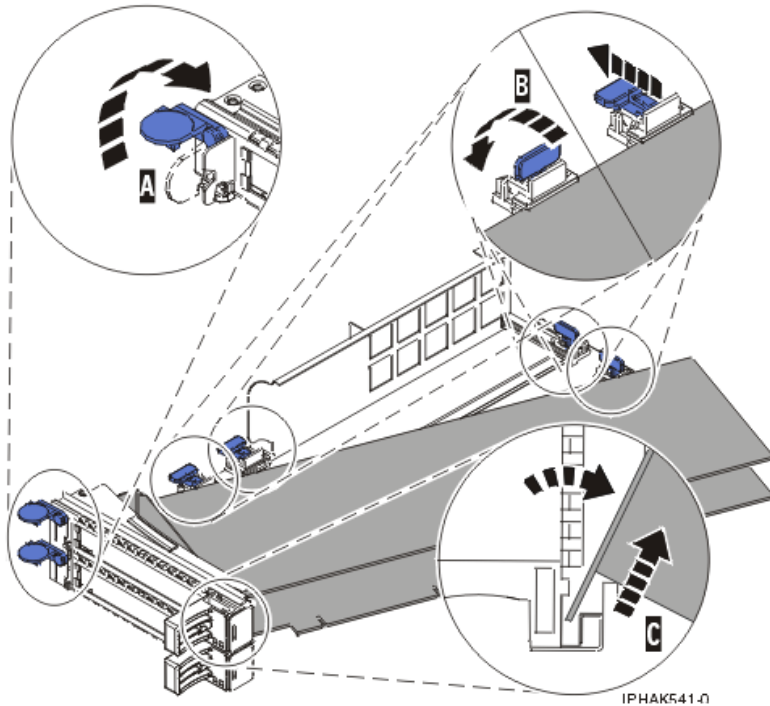
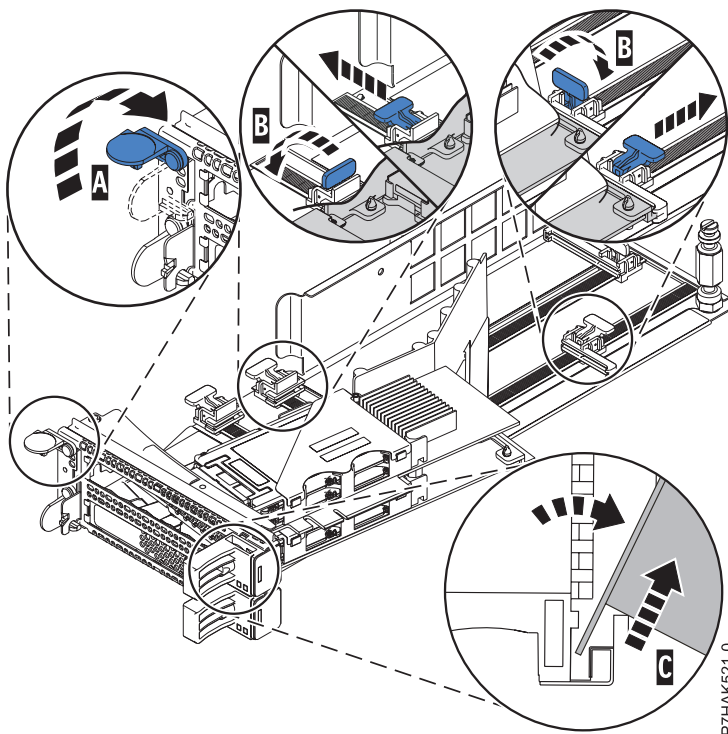

Figure 93. Retrait de la carte de la cassette de cartes PCI
Figure 94. Retrait de la carte PCIe RAID et SSD SAS de la cassette de cartes PCI
- d. Dévissez le pivot (C) et placez-le en lieu sûr
- a. Déverrouillez les crochets de retenue (B) de l'adaptateur en faisant pivoter les pattes de retenue (A) pour les mettre en position horizontale. Voir figure 93, à la page 104. Si vous retirez une carte PCIe RAID et SSD SAS, voir figure 94, à la page 104.
- b. Poussez les crochets de retenue (B) hors de la carte.
- c. Déverrouillez le levier de blocage de contre-poupée de la carte (A).
- e. Soulevez la carte pour la faire sortir du bloc de retenue de la contre-poupée (C).